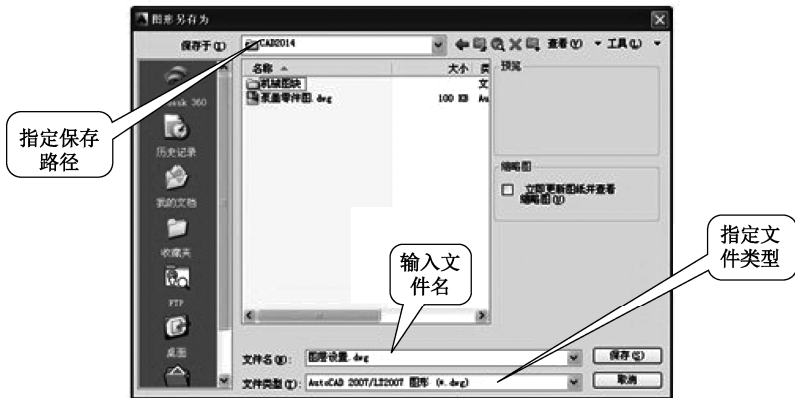

图 1-39 “图形另存为”对话框
(1) 单击快速访问工具栏上的“保存”按钮,弹出“图形另存为”对话框,如图 1-39 所示。
执行上述操作后，如果当前图形文件曾经保存过，则系统将直接使用当前图形文件名称保存在原路径下，无须再进行其他操作；如果当前图形文件从未保存过，则弹出如图 1-39 所示的“图形另存为”对话框。在“保存于”下拉列表框中可以指定文件保存的路径；在“文件类型”下拉列表框中选择文件的保存格式或不同版本；在“文件名”文本框中输入文件名。
执行上述操作后，则弹出如图 1-39 所示“图形另存为”对话框，操作方法同保存图形文件。